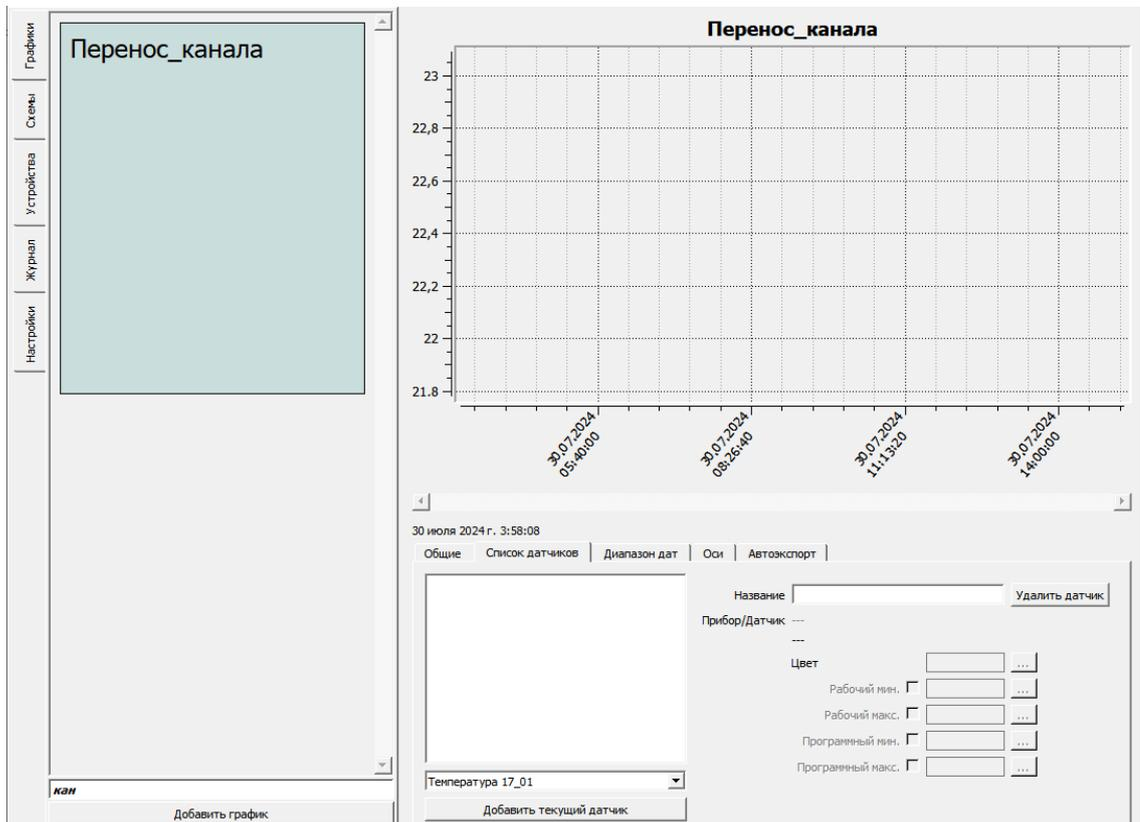

Рисунок 71 – Выбор графика для переноса канала с устройства
- активировать график или схему, куда нужно добавить канал (рисунок 71);